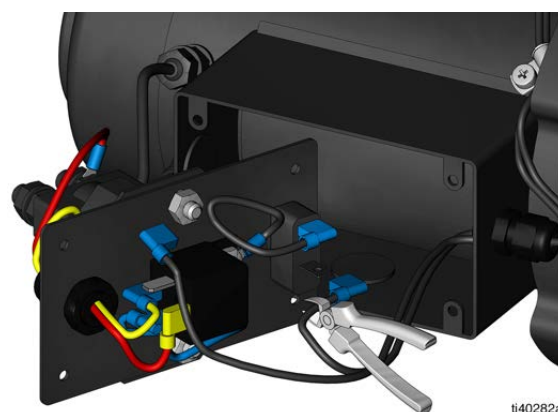

FIG. 13
9. Séparez les connecteurs du fil du pressostat des fils du pressostat (FIG. 13).